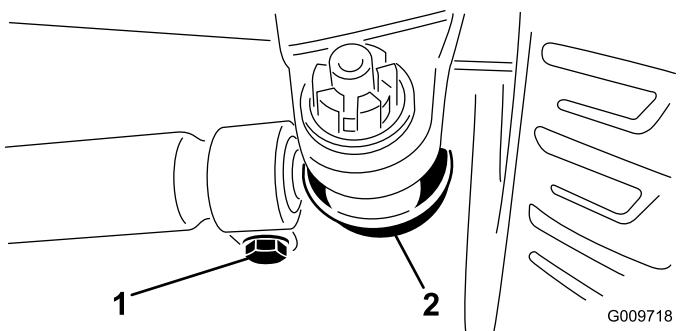

Figura 74
3. Para ajustar la convergencia, retire la chaveta y la tuerca de cualquiera de las rótulas de la biela (Figura 74).
5. Afloje las abrazaderas en ambos extremos de las bielas (Figura 74).
6. Gire la rótula retirada una (1) vuelta completa hacia dentro o hacia fuera.